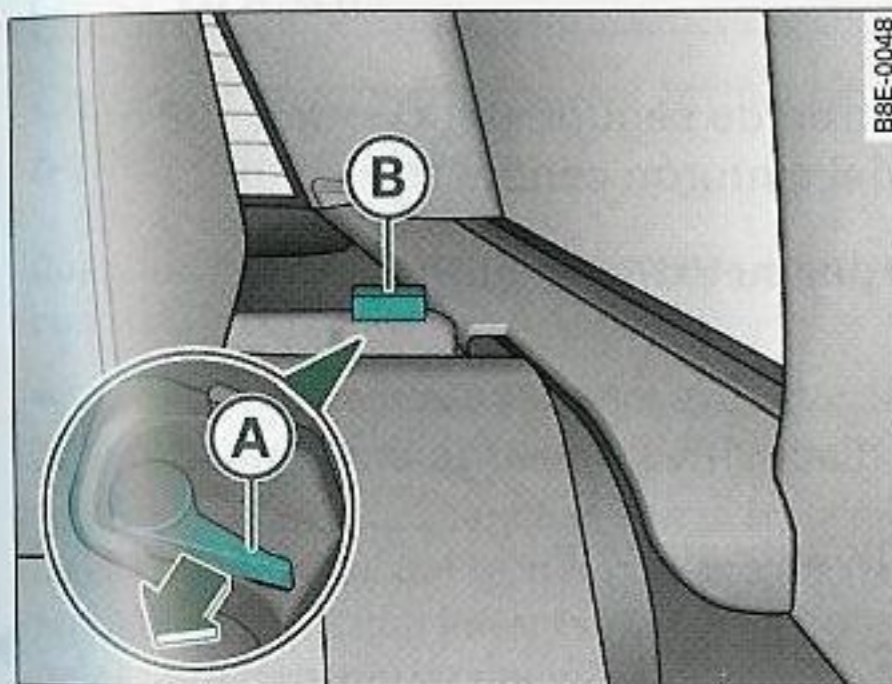

Fig. 106 Palanca de desbloqueo del respaldo
- Oprima la palanca de desbloqueo (A) ⇒ fig. 106 en la dirección de la flecha.